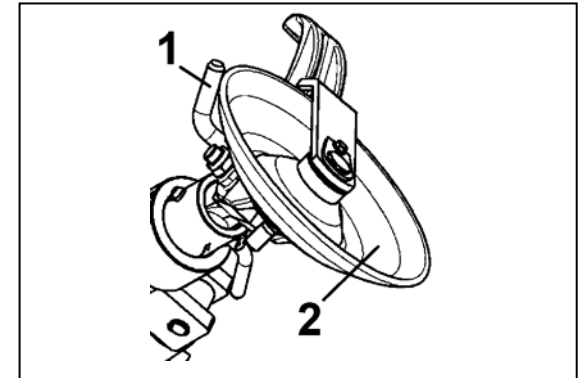

Fig. 13a
- G. THE TOOL LOCKING PIN (1, Fig. 13a) MUST BE APPLIED ONLY WHEN USING THE DISC TOOL ON RIM WHEELS.
- G. L'AXE DE BLOCAGE DE L'OUTIL (1, Fig. 13a) DOIT ÊTRE APPLIQUÉ UNIQUEMENT PENDANT L'UTILISATION DE L'OUTIL À DISQUE SUR DES ROUES À RENFORT.
- G. DER SPANNBOLZEN FÜR DAS WERKZEUG (1, Abb. 13a) DARF NUR BEI VERWENDUNG DES SCHEIBENWERKZEUGS BEI RÄDERN MIT STAHLSEILKERN ANGEWANDT WERDEN.